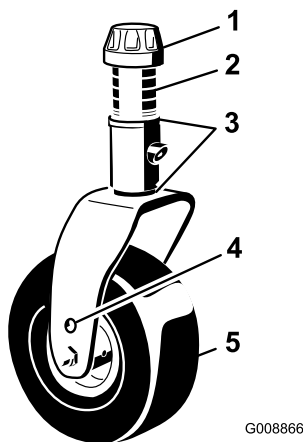

Рисунок 81
- Снимите колпачковую гайку с вала шпинделя и извлеките шпиндель из рычага поворотного колеса (**Рисунок 81**).